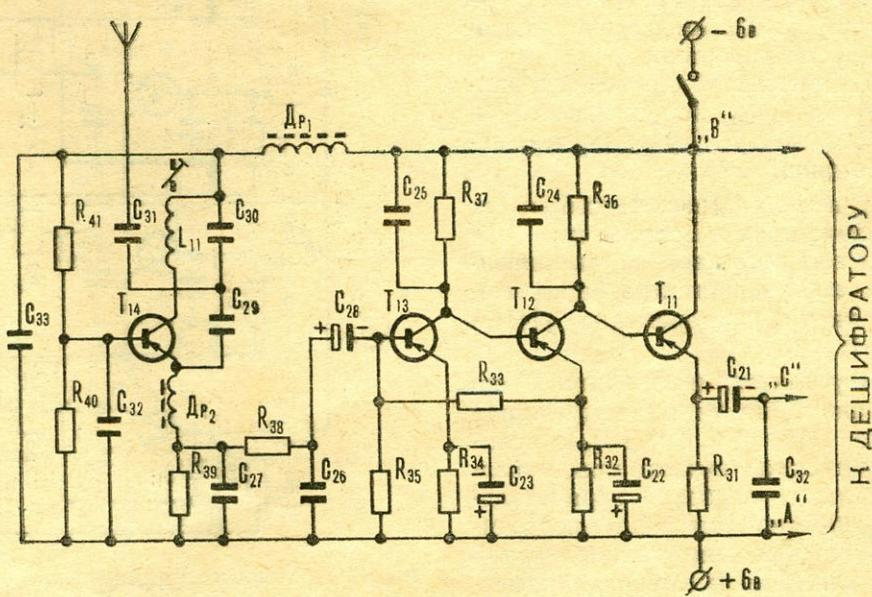

РИС. 4. ПРИНЦИПИАЛЬНАЯ ЭЛЕКТРИЧЕСКАЯ СХЕМА ПРИЕМНИКА.
**Приемник** (рис. 4) собран на транзисторах и состоит из: